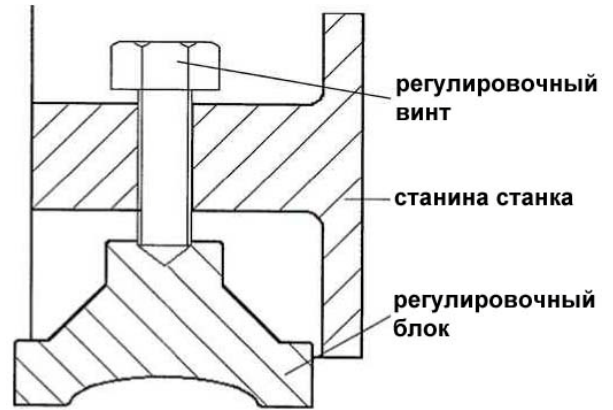

Рис. 1
1. Вкрутите регулировочные болты в основание станка. Установите ступенчатые блоки под регулировочными болтами (см. Рис. 1).